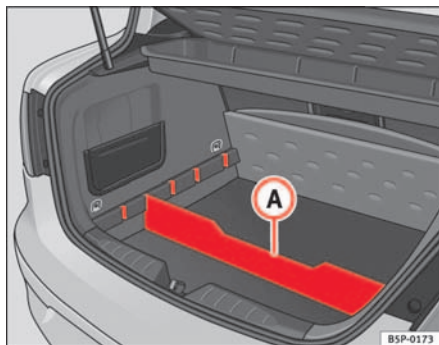

Abb. 104 Trennelement des Gepäckraumbodens
- Das Trennelement **A** ⇒ Abb. 104 je nach Größe der zu transportierenden Gegenstände in die seitlichen Schlitze einsetzen. Unter dem Fach befinden sich die Bordwerkzeuge und das Ersatzrad.